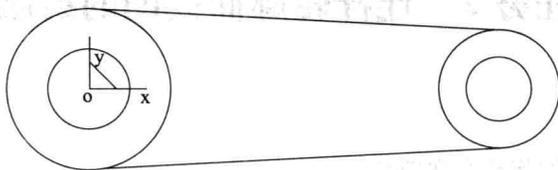

图 1.7 绘制切线
(2) 单击“直线”图标，选择“两点线”→“连续”→“非正交”，按空格键→选择切点→捕捉两圆切点，得到切线，结果如图 1.7 所示。